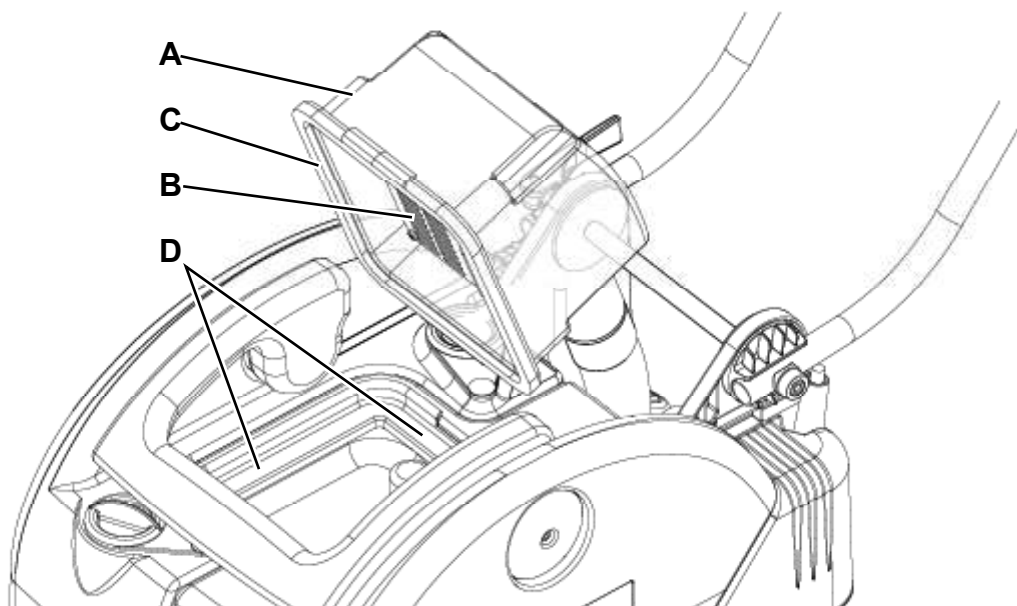

Figure 4
2. Vérifier que le câble d'alimentation (10) est débranché du réseau électrique.
3. Soulever le couvercle transparent (A, Fig. 4) et le nettoyer soigneusement.